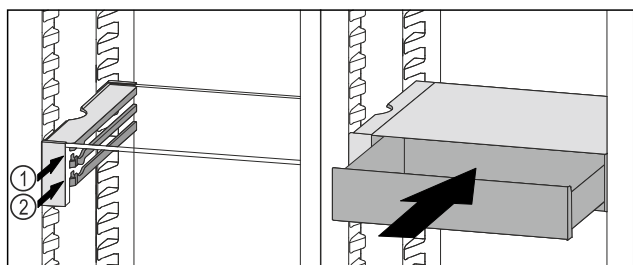

Fig. 94
- ▶ Zásuvku VarioSafe nasadíte za zarážkami na požadovanom rebre Fig. 94 (1) alebo Fig. 94 (2).